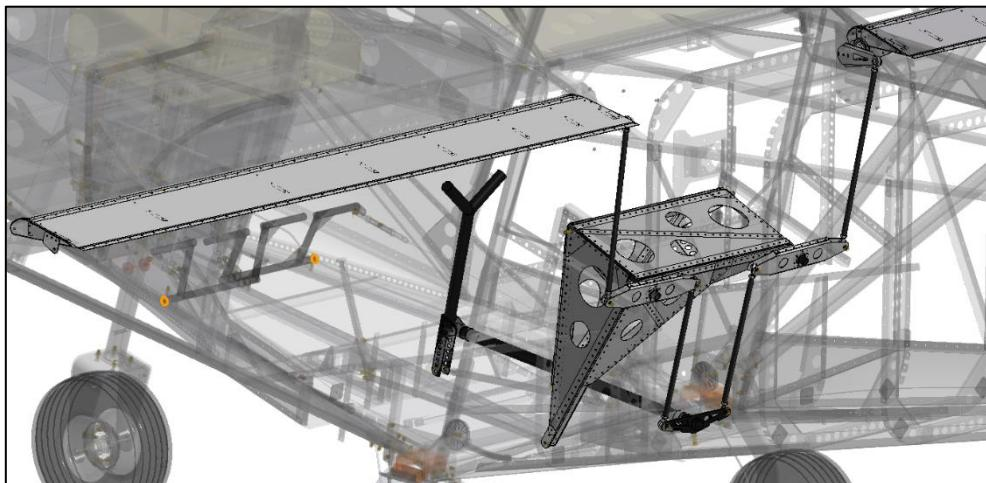

Figure 9: Système de contrôle de Flaperons avec mélangeur de Volets et Ailerons
**VOLETS:** la fonction des Volets est réalisée avec la déviation symétrique vers le bas des Flaperons, au moyen du mélangeur mécanique représenté à la *Figure 9*.